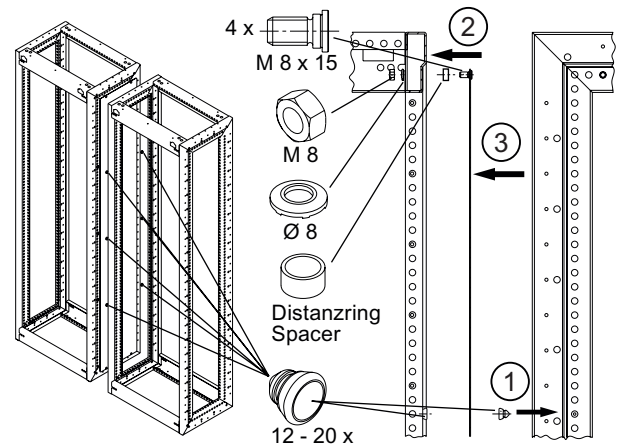

Bild 7
- 2 Die Zwischenwand mit je 4 Gewindebolzen M 8x15, Distanzringen, Kontaktscheiben 8 und Muttern M 8 befestigen, siehe Bild 7.